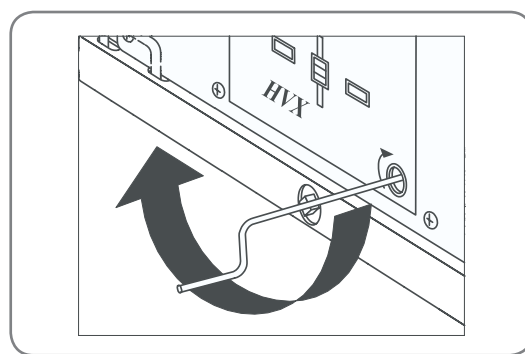

Рис. 7.4. Возвод пружины включения выключателя
- Вставьте рукоятку взвода привода в соответствующее отверстие (рис. 7.4)